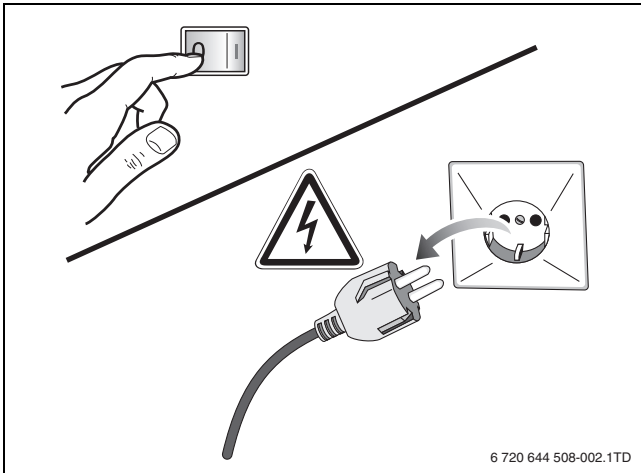

Fig. 1
- ▶ 切断供暖设备的电源 (→ 图 1, 第 43 页)。